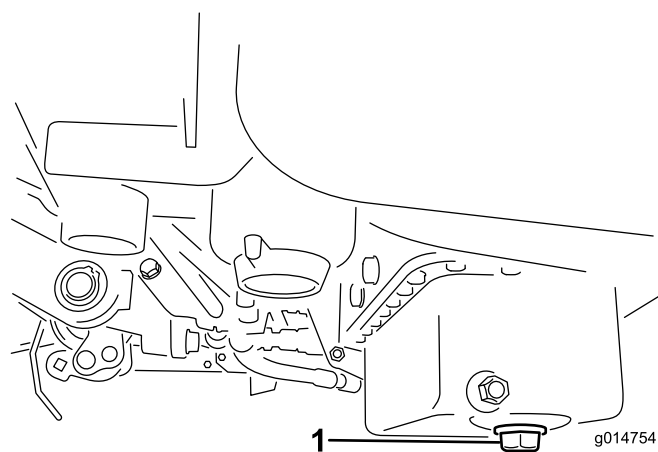

Figura 43
1. Retire el tapón de vaciado y deje fluir el aceite a un recipiente apropiado. Cuando el aceite deje de fluir, coloque el tapón de vaciado (Figura 43).